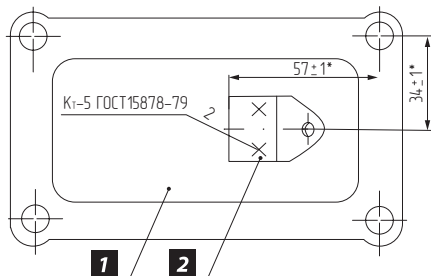

Рис. 22
5. Кронштейн оттяжной пружины (из комплекта) приварите или закрепите болтами к крышке люка установки механизма, как показано на **Рис. 22**.